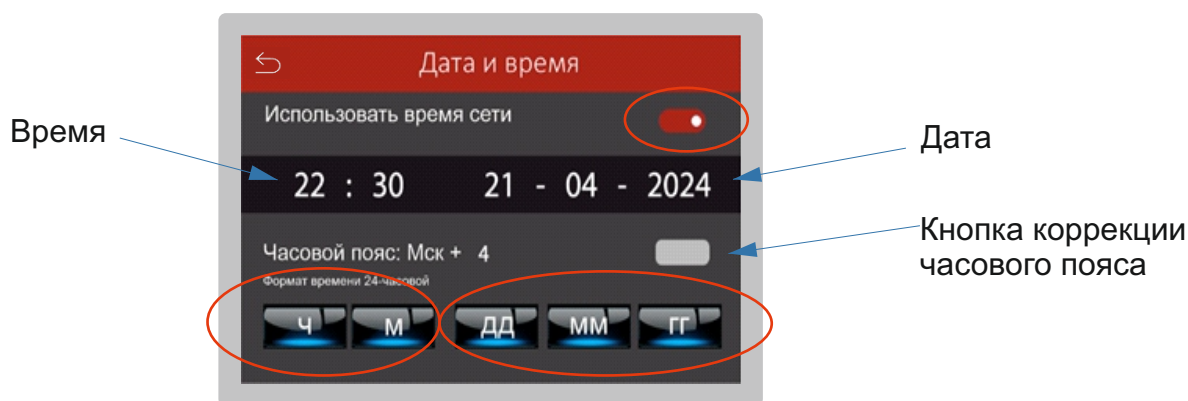

Рис.14
6.5.1 Для синхронизации внутренних часов контроллера с временем сети необходимо подключить контроллер к сети интернет через Wi-Fi соединение см.п.6.2. и включить переключатель ("Использовать время сети") см.рис.14. Синхронизация происходит на 59 минуте каждого часа. Часовой пояс России можно выбрать от 0 до 9 в своем регионе.